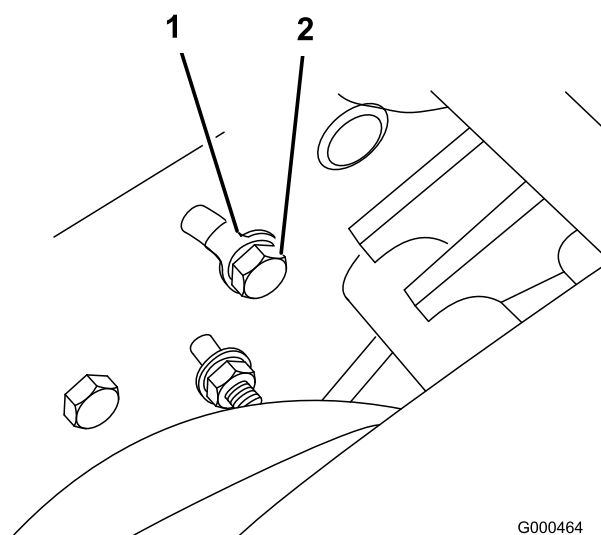

図 42
- A. サイド・プレートの裏側でアイドラ・ブラケットをサイド・プレートに止めているボルト（図 42）をゆるめる。